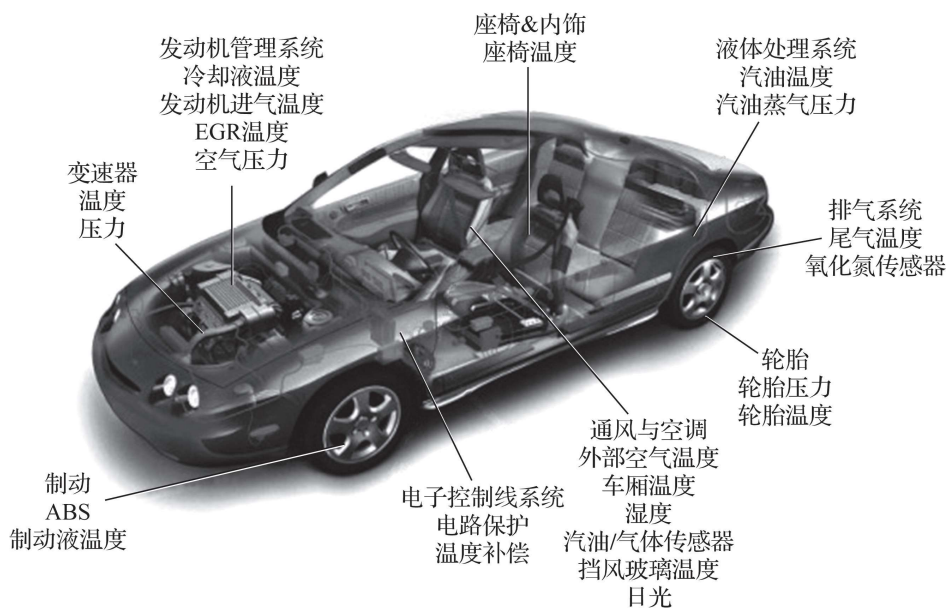

图 1-12 热敏电阻的应用
(5)热敏电阻。热敏电阻是一个特殊的半导体器件,它的电阻值随着表面温度的变化而变化,且因热敏电阻元件具有无损耗、无滞后现象等优点,被广泛用于汽车空调控制电路、发动机冷却水温度检测、电机等设备保护、液面监测等各个方面,如图 1-12 所示。热敏电阻在豪华轿车上的装配数量也达到几十种。